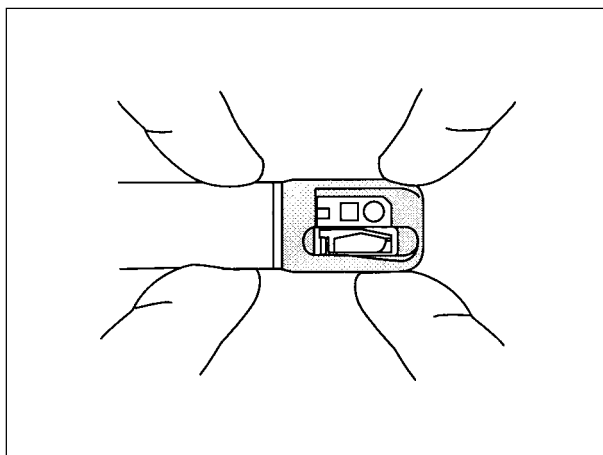

Рис. 3.18.
2. Слегка фиксируйте пальцами каучуковое покрытие изгибаемой части вблизи дистального конца (см. рис. 3.18). Пальцами другой руки фиксируйте верхушку дистального защитного чехла-наконечника.